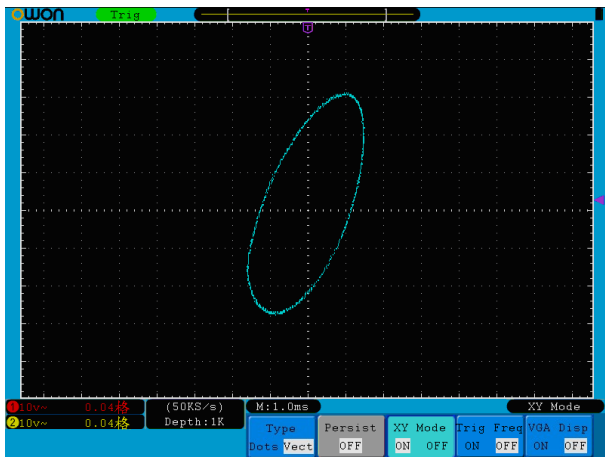

Рисунок 5.32. Отображение осциллограммы в формате XY.
2. Нажмите кнопку **H3**, чтобы выбрать значение **ON** и включить режим XY. Формат отображения при этом изменится на XY (см. рисунок 5.32).